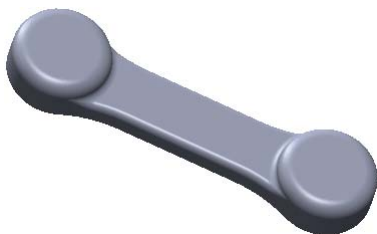

图 3.25.16 打开模型
Step1. 打开文件 D:\sw15\work\ch03.25\phoneSLDPRT，如图 3.25.16 所示。